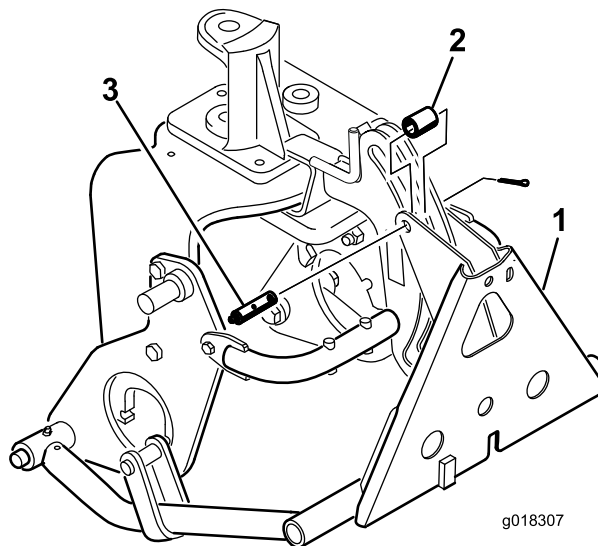

Figure 10
8. Fixez l'adaptateur au bâti d'attelage avec un tube, un axe de chape et une goupille fendue (Figure 10).